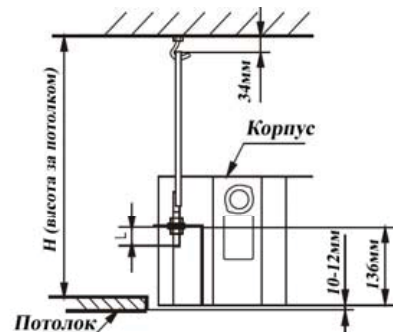

Рис.5
- Нижняя часть блока должна быть утоплена в потолок на 10-12 мм (рис.5)